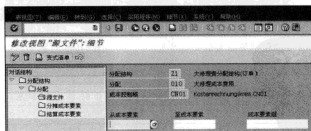

图 5-139 分配费用对应的成本要素及成本要素组
STEP 3 在图中选择对应的分配费用, 然后单击左树中的“源文件”选项, 即可在右边栏目中显示该分配费用对应的成本要素及成本要素组, 如图 5-139 所示。